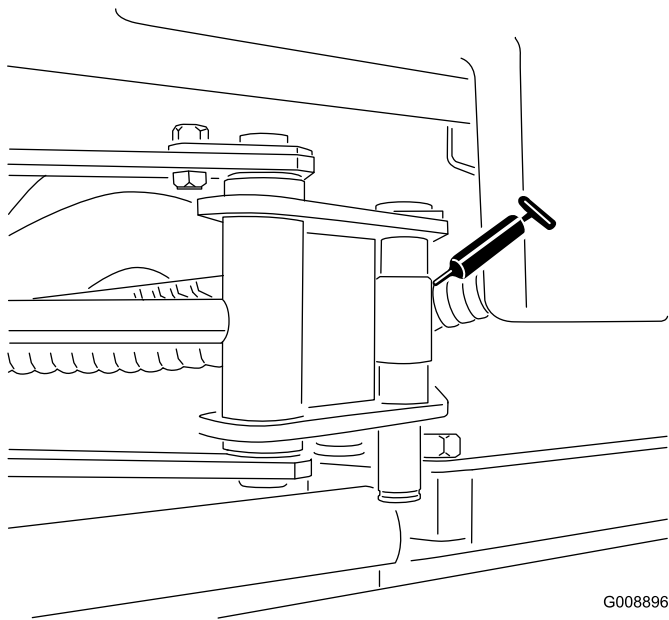

图52
- SideWinder 油缸末端（2 个；仅限型号 03170）（图52）